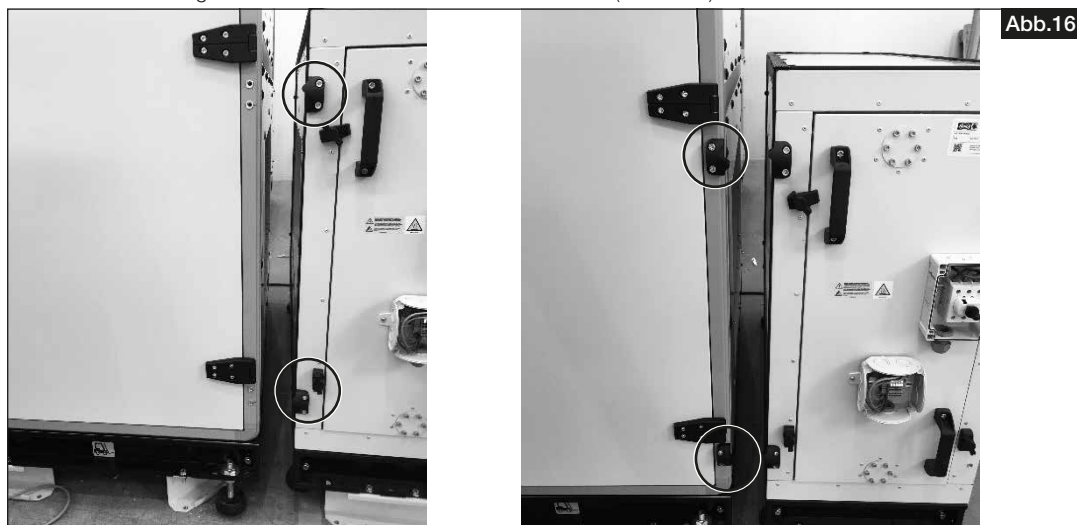

Abb.16
5. Modul-Verbindungsstück am Gerät und dem Modul montieren (s. Abb.16).